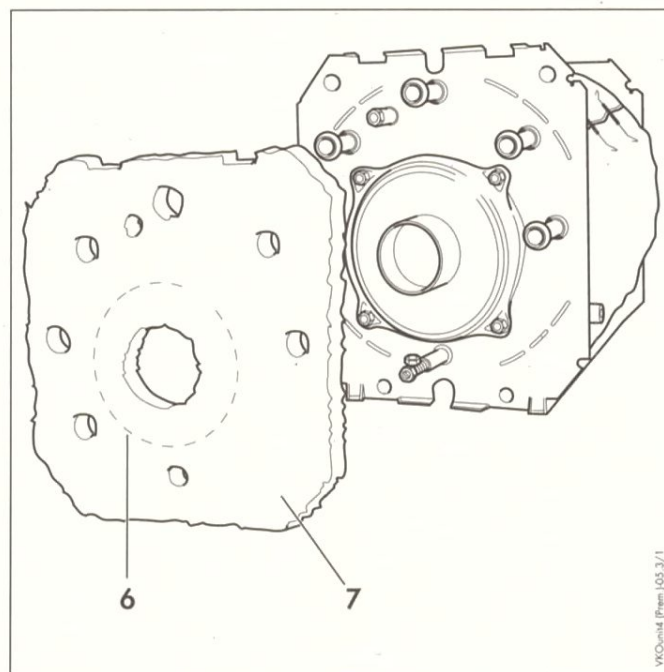

Abb. 5.3 Hintere Dämmstoffmatte anbringen
- Hintere Dämmstoffmatte (6) anbringen (Abb. 5.3).
- Ausgestanztes Dämmmaterial (6) auf der Innenseite der hinteren Dämmstoffmatte herausnehmen.
- Dämmstoffmatte (7) an der Rückseite des Wärmetauschers anbringen (Abb. 5.3).